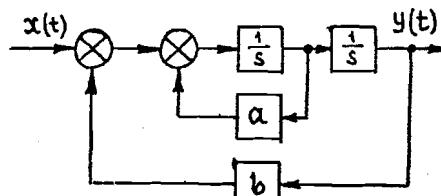
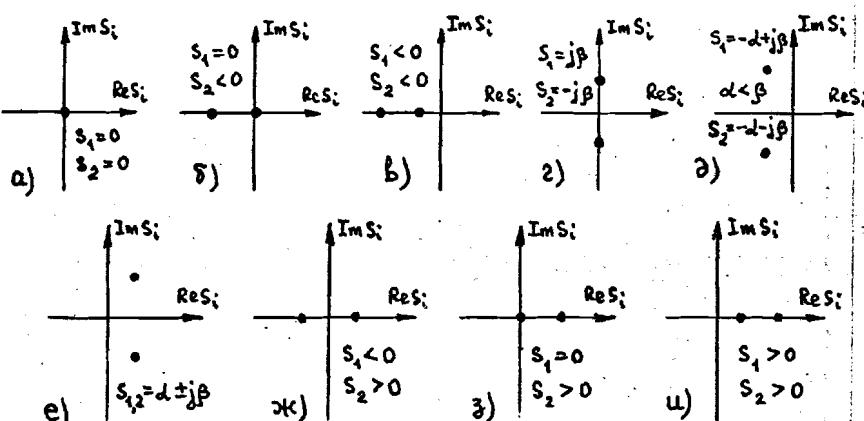

Рис. 21
Рис. 22
16. Запишите передаточную функцию для структурной схемы, изображенной на рис. 21. Исследуйте, при каких соотношениях между коэффициентами A и B , каждый из которых может быть как положительным, так и отрицательным, можно реализовать корни характеристического уравнения, располагающиеся на комплексной плоскости так, как показано на рис. 22.
18. Установив в схеме рис. 21 произвольные значения коэффициентов A и B , соответствующие устойчивому колебательному звуку, получите экспериментально его переходную функцию и частотные характеристики. По результатам эксперимента определите параметры передаточной функции колебательного звуна K , T и ζ .